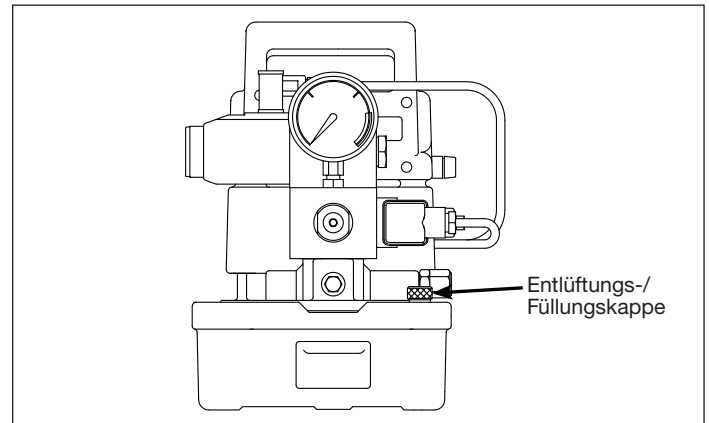

Abb. 4, Entlüftungs-/Füllungskappe
Check the oil level by unscrewing and removing the vent/fill cap (see Figure 4). Add Enerpac hydraulic oil until the oil level is 1/2 inch [1 cm] below the vent/fill cap opening.
3. Öffnen Sie die Entlüftungs-/Füllkappe der Pumpe, die sich in der vorderen rechten Ecke des Behälters befindet, indem Sie sie 1 oder 2 vollständige Umdrehungen drehen (siehe Abb. 4).
1. Entfernen Sie die Entlüftungs-/Füllkappe in der oberen rechten Ecke des Behälters (siehe Abb. 4).